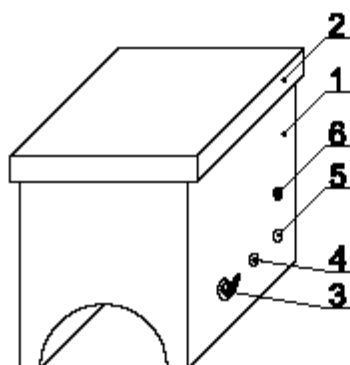

Рис. 4.1 Искатель повреждения кабеля ИКП: 1-корпус; 2-крышка; 3-тумблер для включения питания; 4-индикатор включения питания; 5-индикатор пробоя; 6-кнопка.
Общий вид искателя ИКП показан на рис.4.1. Искатель состоит из корпуса 1 с крышкой 2, в котором размещены элементы питания и индукционный датчик. На корпусе искателя размещены тумблер 3 для включения питания и индикаторы включения питания 4 и пробоя 5, кнопка.
- включается питание и индикатор 4 выключателем 3 (рис. 4.1.);